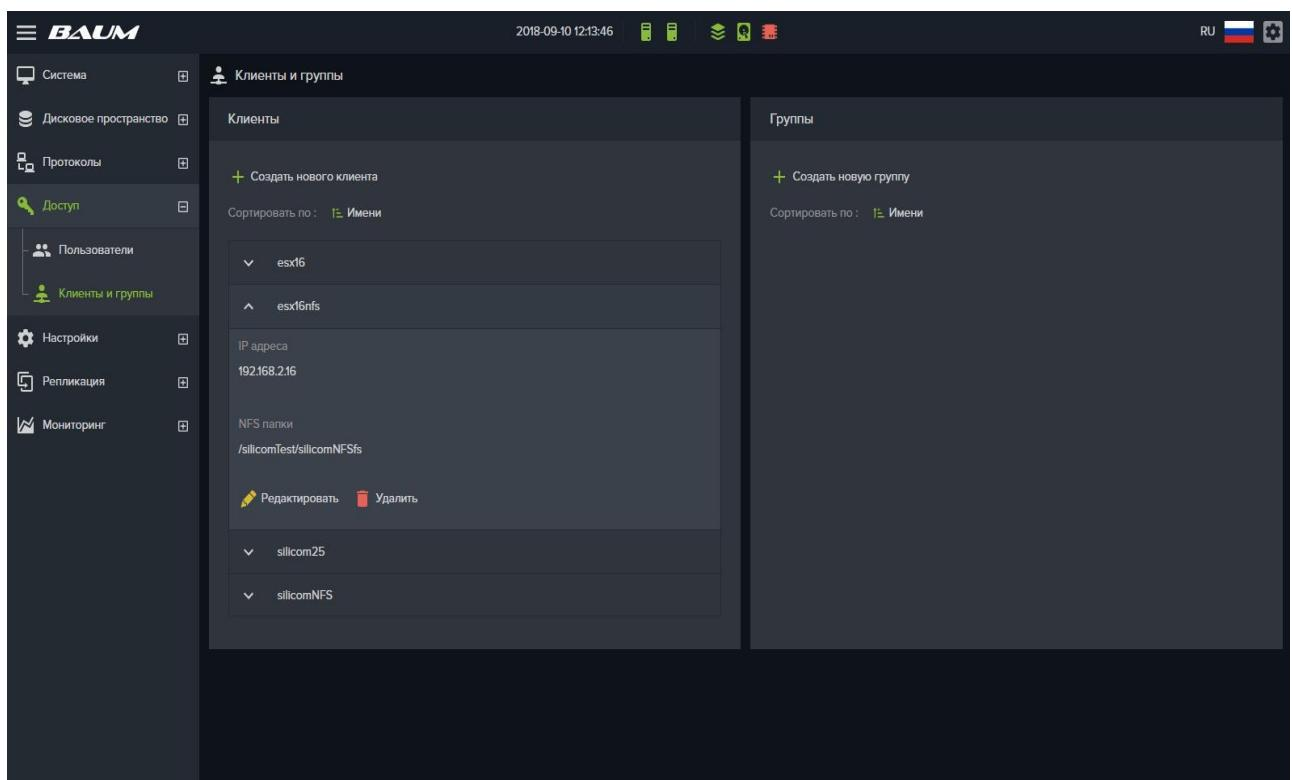

Рисунок 15 – Вкладка меню «Доступ»
1. Перейдите во вкладку меню «Доступ» → «Клиенты и группы» (см. Рисунок 15).